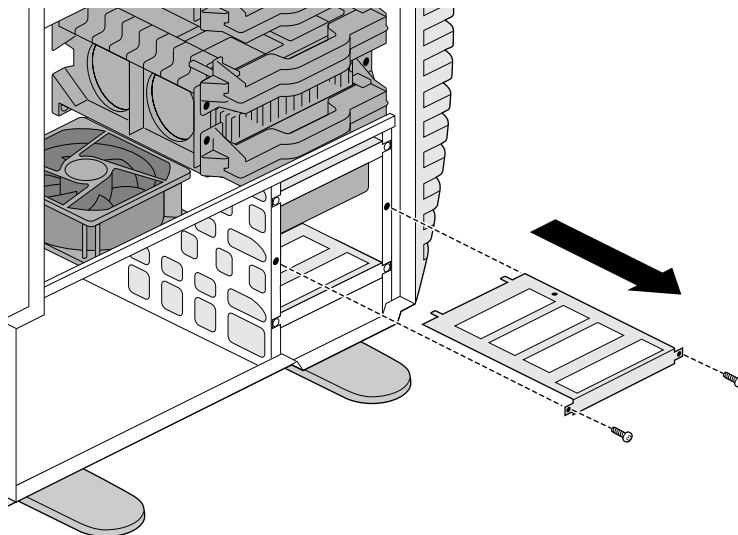

図 4-15 ドライブブラケットの取り外し
5. プラスのドライバを使用して、使用していないドライブベイから、ドライブブラケットと本体とを固定している2本のネジを外し、ドライブブラケットを引き出します (図 4-15)。